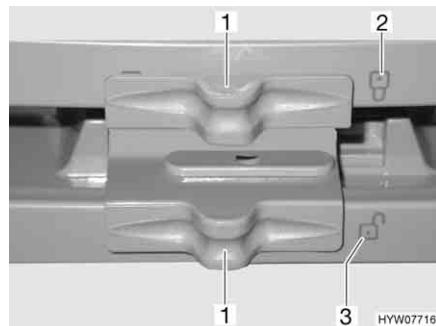

Fig. 149 Bloccaggio della porta del frigorifero/del vano congelatore (serie Dometic 7 con vano congelatore separato)
- Spingere il bloccaggio (Fig. 149,1) di lato in modo che la serratura aperta "🔓" (Fig. 149,3) sia visibile.
- Spingere il bloccaggio (Fig. 149,1) di lato in modo che la serratura aperta "🔓" (Fig. 149,2) sia visibile.